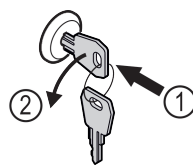

Fig. 160
- ▶ Klíč zasuňte dovnitř. Fig. 160 (1)
- ▶ Otáčejte klíčem o 90° proti směru hodinových ručiček. Fig. 160 (2)